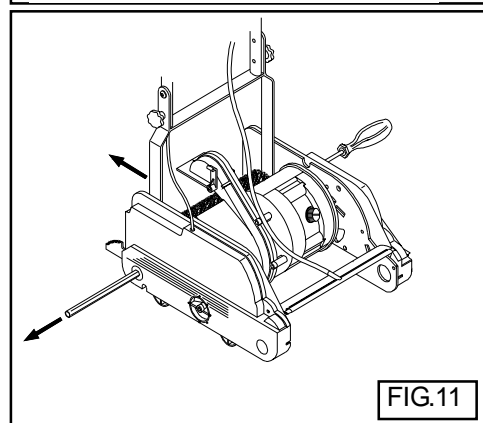

FIG.11
13.1.2 Spazzola posteriore (FIG.11)